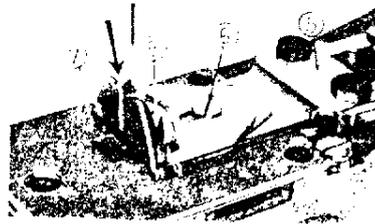
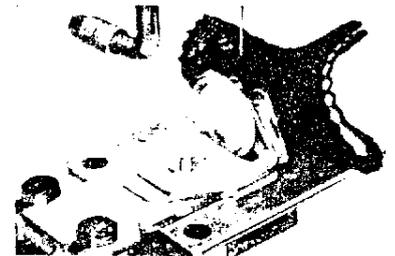

Fig. 31
Fig. 32
DEPOSER LE SUPPORT (1) ET LA PLAQUE (2) FIG. 27 ET FIXER LA PINCE (5) FIG. 31
CETTE PINCE DOIT ETRE REGLEE EN DESSERANT LE JEU DE VIS (6) FIG. 31 ET AVEC L'AIGUILLE EN POSITION BASSE COMME PIVOT, L'ESPACE ENTRE L'AVANT ET L'ARRIERE ET LA GAUCHE ET LA DROITE DOIT ETRE EGALE. AINSI, LA LONGUEUR DE L'ENTOURAGE PEUT ETRE REGLE ENTRE LE GRAND GUIDE COUDE (7) FIG. 31 ET LE PETIT GUIDE COUDE (8).
INSERER LE BOUTON DEJA COUSU COMME INDIQUE FIG. 31 EN PLIANT COMME INDIQUE FIG. 32.